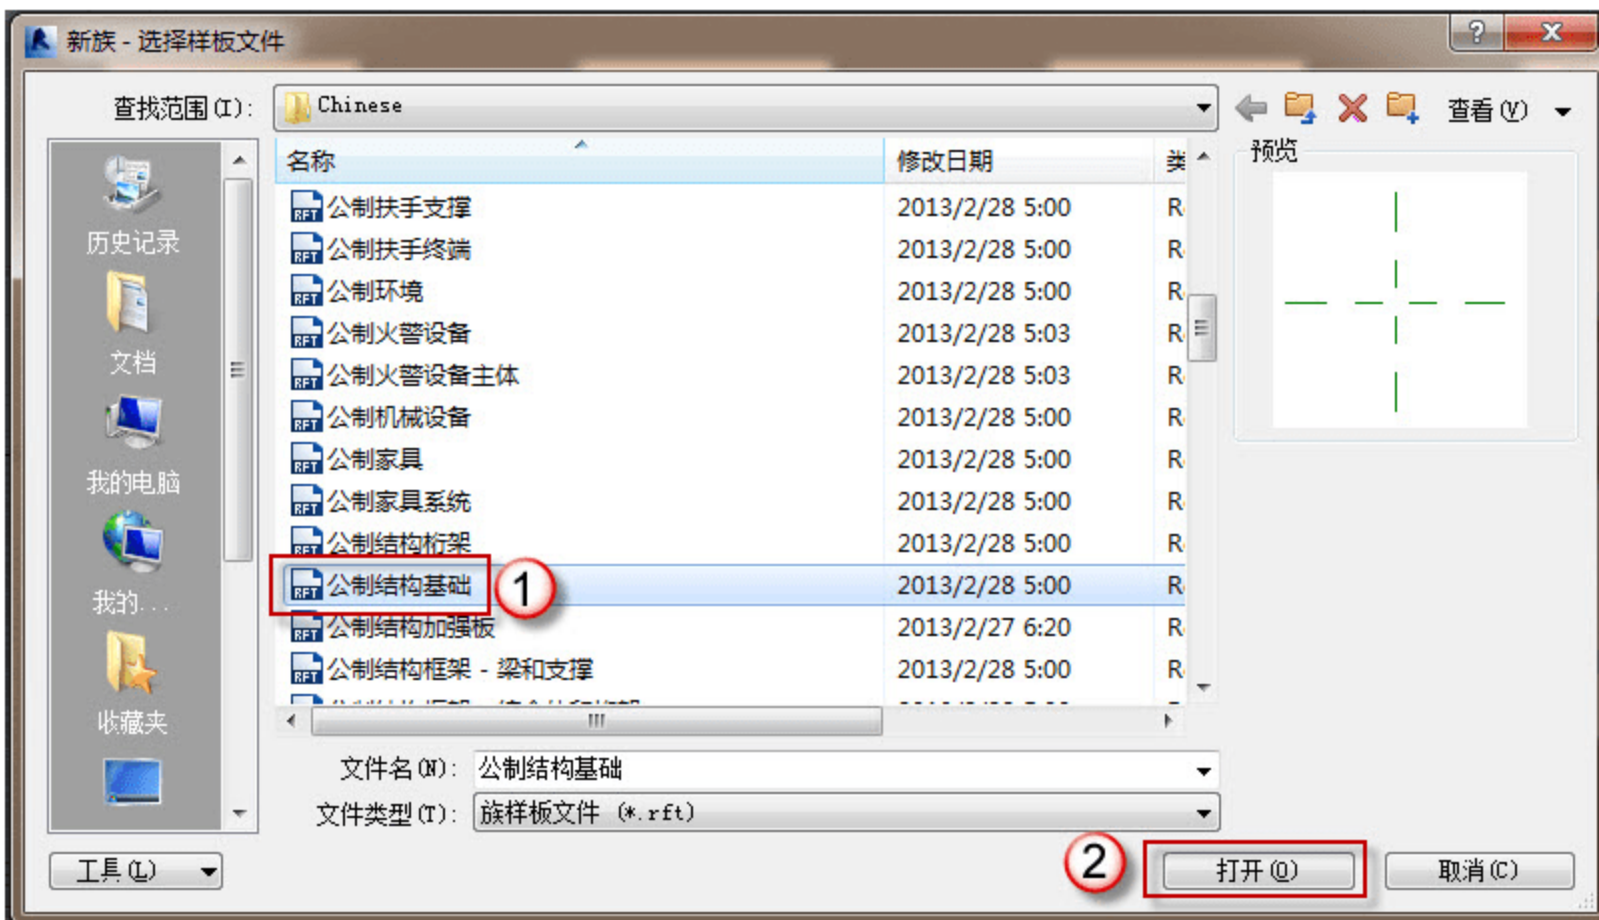

图 2.1.52 新建族
(1) 新建族。选择“新建”→“族”命令，在弹出的“新族-选择样板文件”对话框中，选择“公制结构基础”选项，单击“打开”按钮，如图 2.1.52 所示。